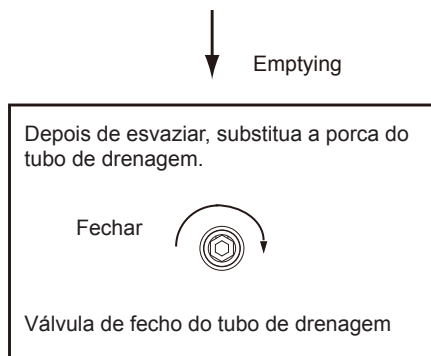

Fig.4-2
- Esvaziamento: Se a unidade necessitar de limpeza, movimentação, etc., o depósito deve ser esvaziado. Método: Veja a Fig.4-2: